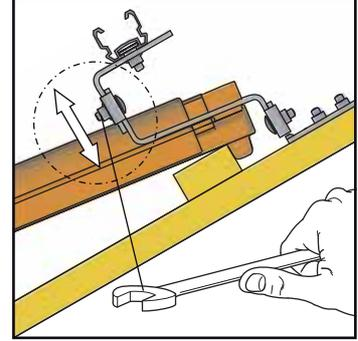
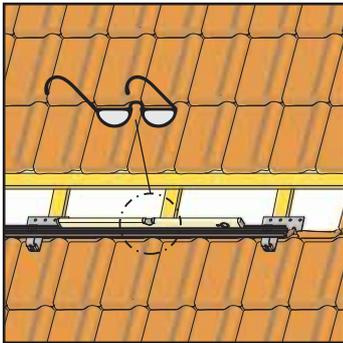

Figura 3-12 Regolazione dell'altezza dei ganci da tetto
Figura 3-13 A seconda del raccordo, orientare i profilati orizzontalmente o con una leggera pendenza
12. orientando la guida profilata di montaggio in altezza (dalla Figura 3-12 alla Figura 3-13).